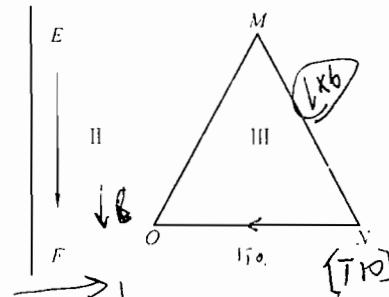

图 4-2 第六题图
六、(10分) 在 FCC 晶体的 (111) 面上有一自左向右扫过的 Shockley 分位错 EF 和一正三角形空位片 MNO, 如图 4-2 所示, 已知 NO 为 [110]。